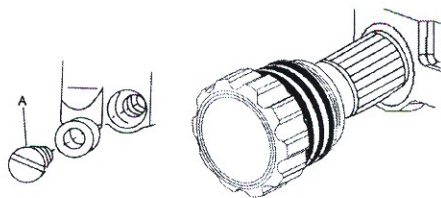

Figura 6
- Para preservar a máquina, troque o óleo após quatro semanas de uso. Após isso, o óleo deve ser trocado a cada quatro meses. Para trocar o óleo, simplesmente remova o parafuso 'A' indicado na Figura 6. Após o óleo ser drenado, recolque o parafuso e complete a máquina com o novo óleo.
- Esta máquina possui um filtro de óleo (Figura 6), o qual deve ser limpo todos os meses ou trocado quando necessário.